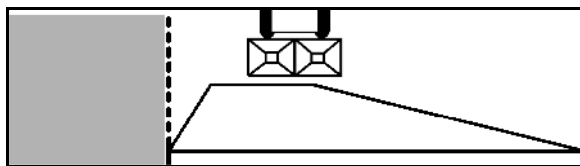
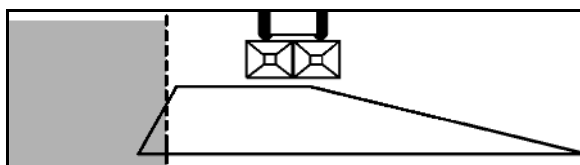

Fig. 73
Fig. 75
1. Împrăștiere pe linia de delimitare conform dispoziției privind îngrășămintele (Fig. 73):
3. Împrăștierea marginală (Fig. 75):
Pentru împrăștierea pe linia de delimitare (conform dispoziției privind îngrășămintele) (Fig. 73) resp. pentru **împrăștierea marginală** (limitrof suprafețelor proprii care trebuie tratate) (Fig. 75), **înlocuiți** discul de împrăștiere **Omnia-Set din stânga** (împrăștiere marginală pe stânga), relativ la direcția de deplasare, **cu** discul corespunzător de împrăștiere pe linia de delimitare **Tele-Set**.